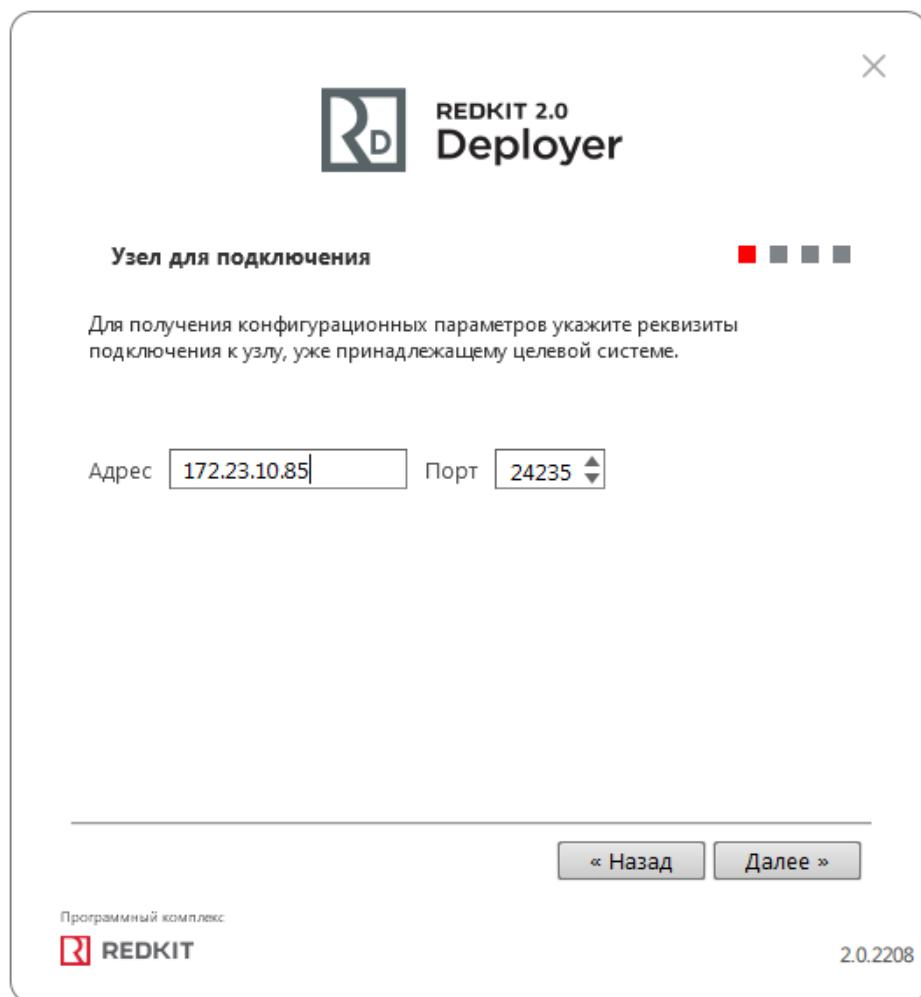

Рисунок 54 - Узел для подключения
4. Укажите IP-адрес основного сервера и оставьте порт по умолчанию (Рисунок 54). Нажмите **Далее**.